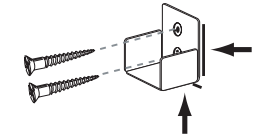

FIG. 4.6
- Retire el estante y coloque la ménsula en las líneas dibujadas para marcar el lugar de los orificios para poner los tornillos. Fije la ménsula usando tornillos N° 8 de 1 1/2 pulg. para los lugares en la pared y tornillos N° 6 de 3/4 pulg. para los lugares en el lado de la torre. (Fig. 4.6). Use los anclajes de pared plásticos que se proporcionan si no cuenta con ningún poste en el lugar en la pared.